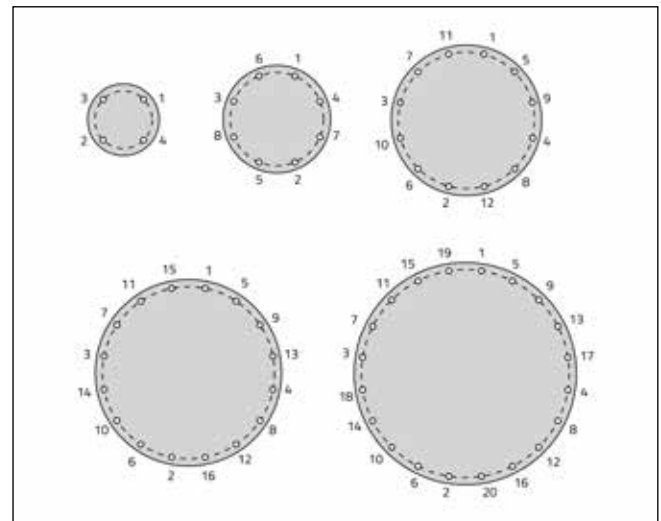

Abb. 45: Anzugsreihenfolgen
- Ziehen Sie alle Schrauben mit einem Drehmomentschlüssel in der richtigen Reihenfolge an (Abb. 45). Es ist wichtig, dass Sie die Schrauben in mehreren Stufen gemäß den Spezifikationen für die Flansch-Dichtungs-Kombination anziehen.